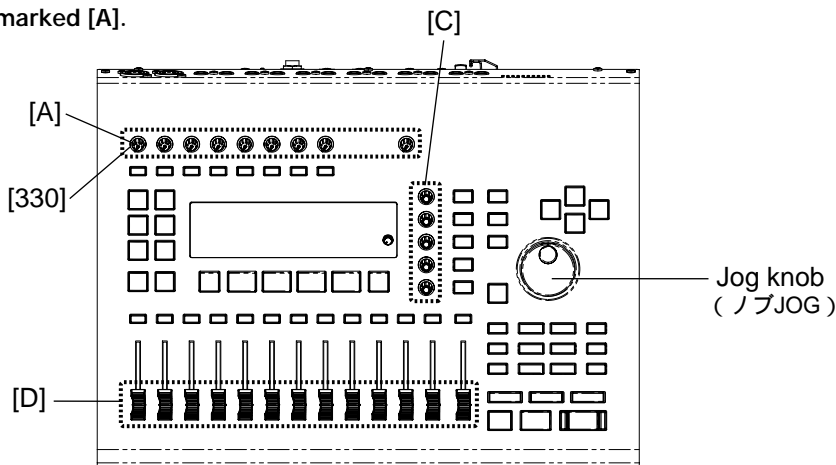

Fig.4(図4)
- 4-1 Remove the nine (9) fader knobs marked [A] and the nine (9) GAIN spacers marked [330] from the control panel side. (Fig.4)
- 4-1 コントロールパネル面より、[A]のノブ9個と[330]のスペーサー GAIN9個を外します。(図4)
- 6-1 Remove the JOG knob, the five (5) encoder knobs marked [C] and the thirteen (13) faderknobs marked [D] from the control panel side. (Fig.4)
- 6-1 コントロールパネル面より、ノブJOGと[C]のエンコーダノブ5個、[D]のフェーダーノブ13個を外します。(図4)
付属のネジ2本を使って、CD-RWドライブを固定します(上図4)。